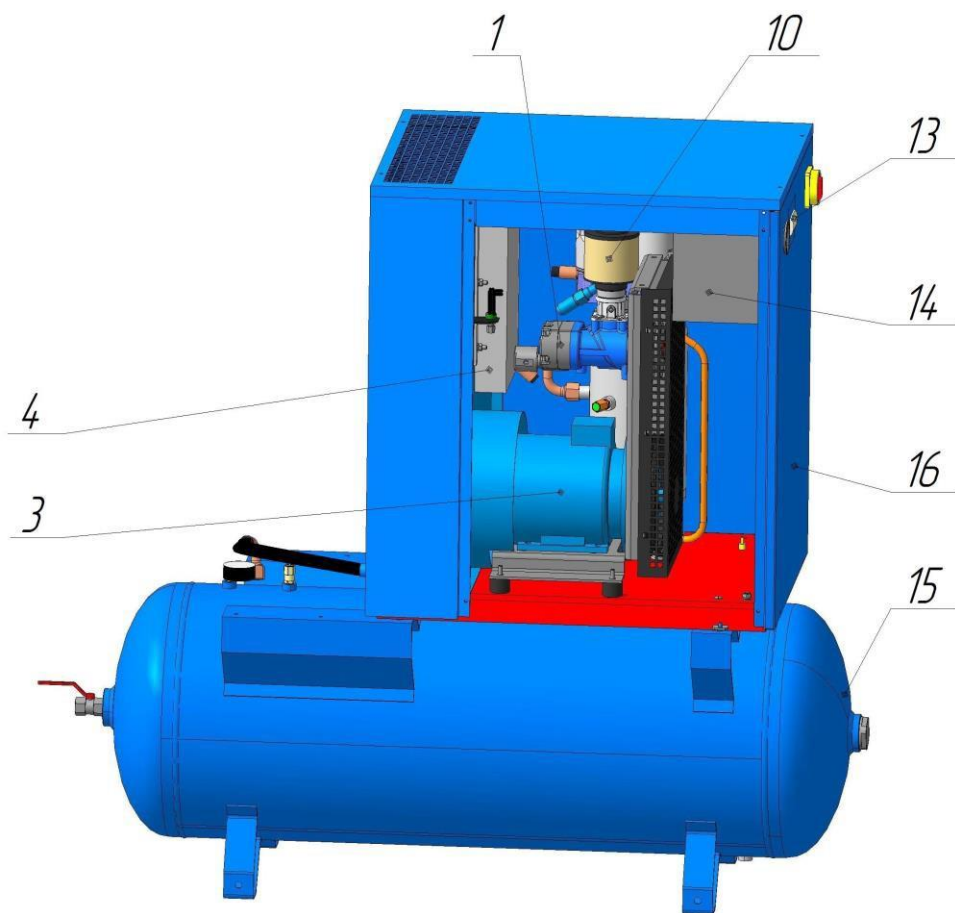

Рисунок 2 – Общий вид компрессорной установки ВК5Т-...-270, ВК7Т-...-270, ВК10Т-...-270
**15 – Ресивер воздушный** (см. рисунок 2) предназначен для сбора сжатого воздуха (управление компрессором осуществляется по избыточному давлению, создаваемому в ресивере или пневмомагистрали), устранения пульсации давления, предварительного отделения конденсата и масла. Ресивер одновременно является корпусом, на котором смонтированы агрегаты компрессорной установки.